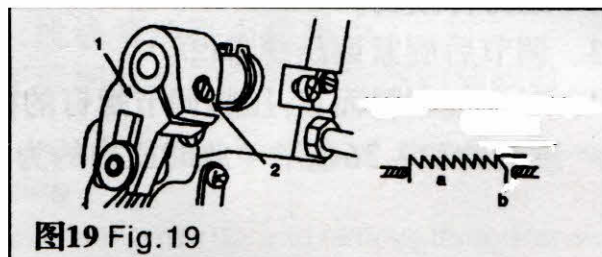

图19 Fig. 19
16. Высота зубчатой рейки (Fig. 19)